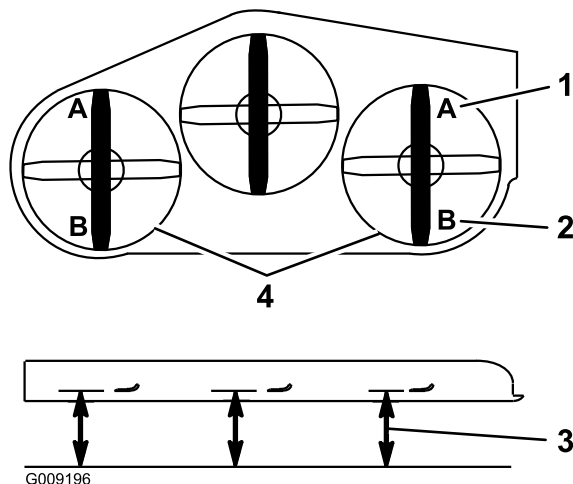

Figura 115
9. En ambos lados de la carcasa, mida desde la superficie nivelada hasta la punta delantera de la cuchilla (Posición A), según se muestra en Figura 115.
15. En ambos lados de la carcasa, mida desde la superficie nivelada hasta la punta trasera de la cuchilla (Posición B), según se muestra en Figura 115.